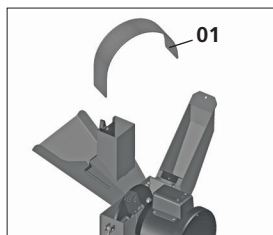
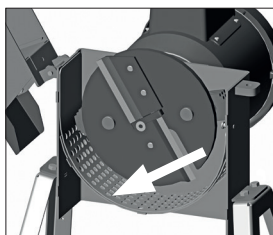
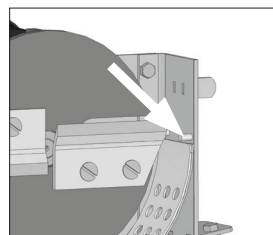

Fig. 15
Fig. 16
Fig. 17
Inicie a colocação da peneira pelo lado curvado (1) [Fig. 15]. Abra a tampa e coloque a peneira de forma que a sua curvatura se apoie completamente nas guias internas ao corpo da máquina [Fig. 16]. Uma das extremidades da peneira deverá apoiar-se no pino de fim de curso e a outra ficará pressionada pela tampa de fechamento do equipamento, proporcionando assim o assentamento da peneira [Fig. 17]. Finalmente feche a tampa.